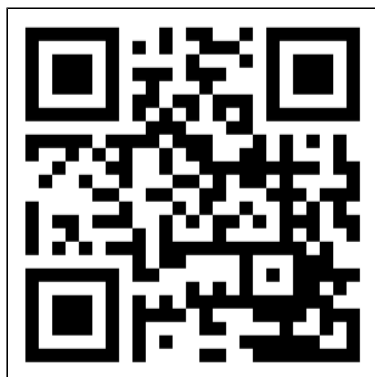

Figure 86.
1. Ouvrez le manuel de l'application Eurom Smart avec le QR-code (Figure 86) ou rendez-vous sur www.eurom.nl/nl/manuals.